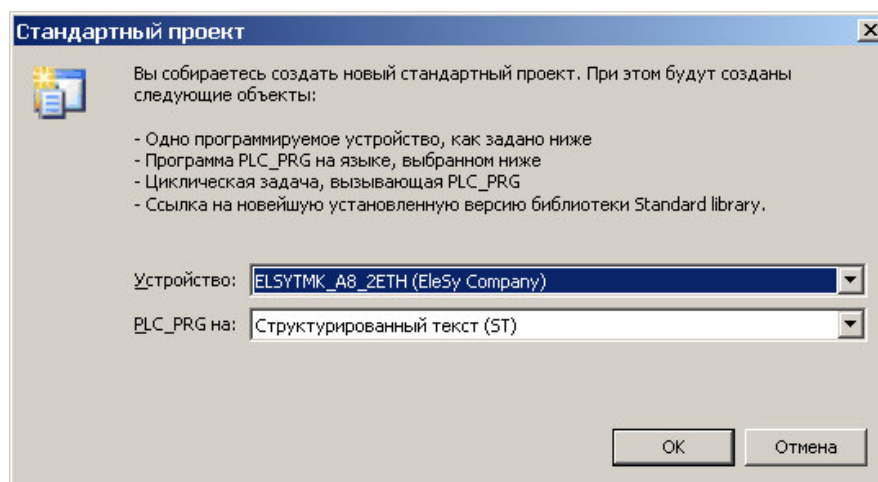

Рисунок 4 – Диалоговое окно «Стандартный проект»
6. В появившемся окне «Стандартный проект» в списке «Устройство» выбрать контроллер «*ELSYTMK_A8_2ETH (Elesy Company)*» (рисунок 4);
7. В списке «**PLC_PRG на:**» выбрать язык реализации основного программного компонента – «*Структурированный текст (ST)*» (рисунок 4);